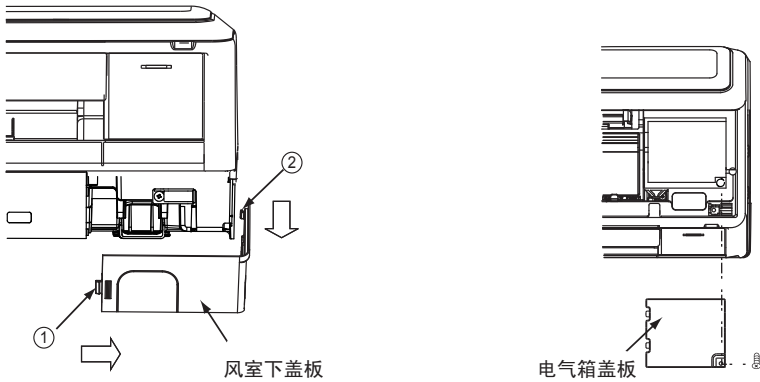

图14
- (1) 接线盖板拆去顺序
- 用手将面框右下角风室下盖板①、②处的勾子沿箭头方向拉，将风室下盖板取下。(如图14)
- (2) 电线连接顺序
- 打开面板，拧开面框右侧电气箱盖板螺钉，将其取下。(如图14)